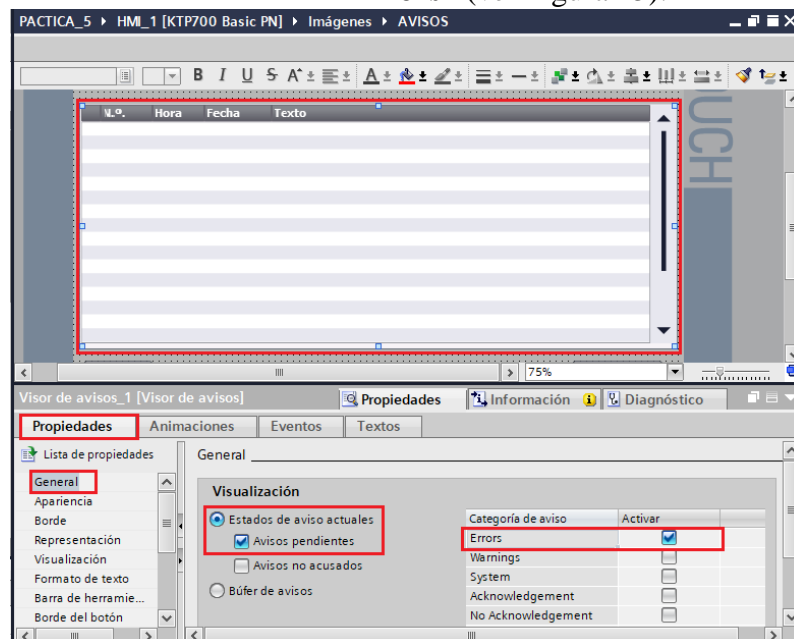

Figura 45. Configuración Visos de Avisos
- En “Categoría de aviso” seleccionar “Errors” (ver Figura 45).